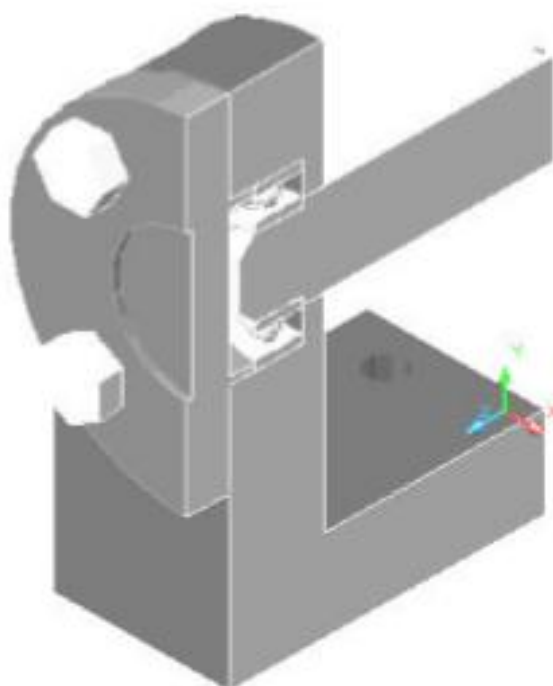

Рис. 30
3) Розрізають вузел навпіл для розкриття внутрішньої будови предмета (рис. 30).